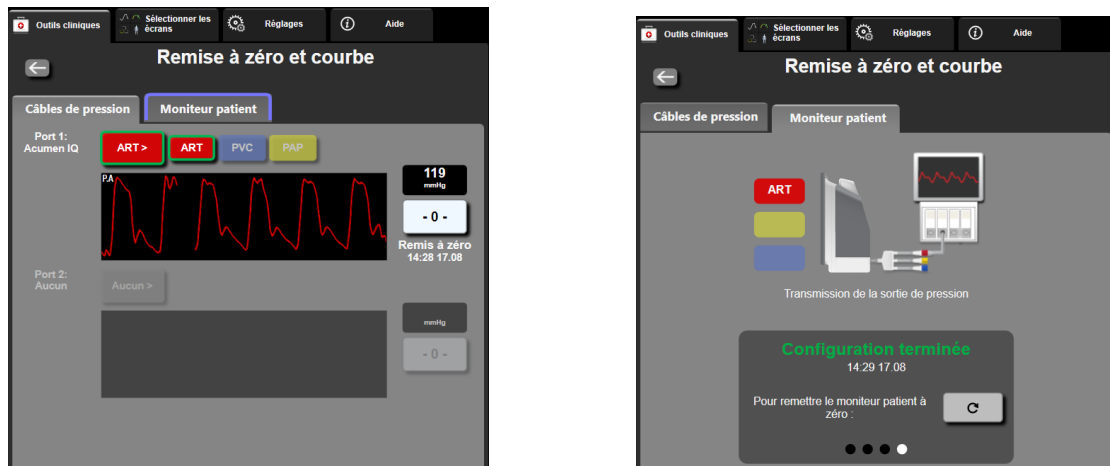

Figure 10-2 Écran Remise à zéro et courbe – Remise à zéro du capteur et sortie pression
- 5 Appuyer sur l'icône **Transmettre la courbe**  pour commencer à transmettre le signal de pression au moniteur patient. Un message « **Configuration terminée** » s'affichera lorsque la courbe en temps réel sera envoyée au moniteur patient raccordé. Consulter l'écran de droite illustré à la figure 10-2 à la page 185.